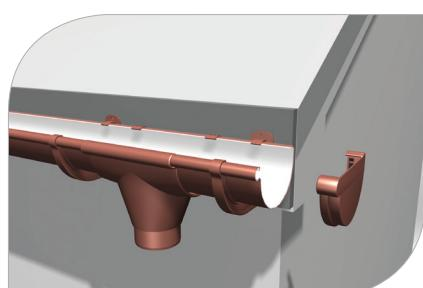

рис. 18
3.9 На концах желобов установите заглушки с уплотнителями (**рис. 18**)